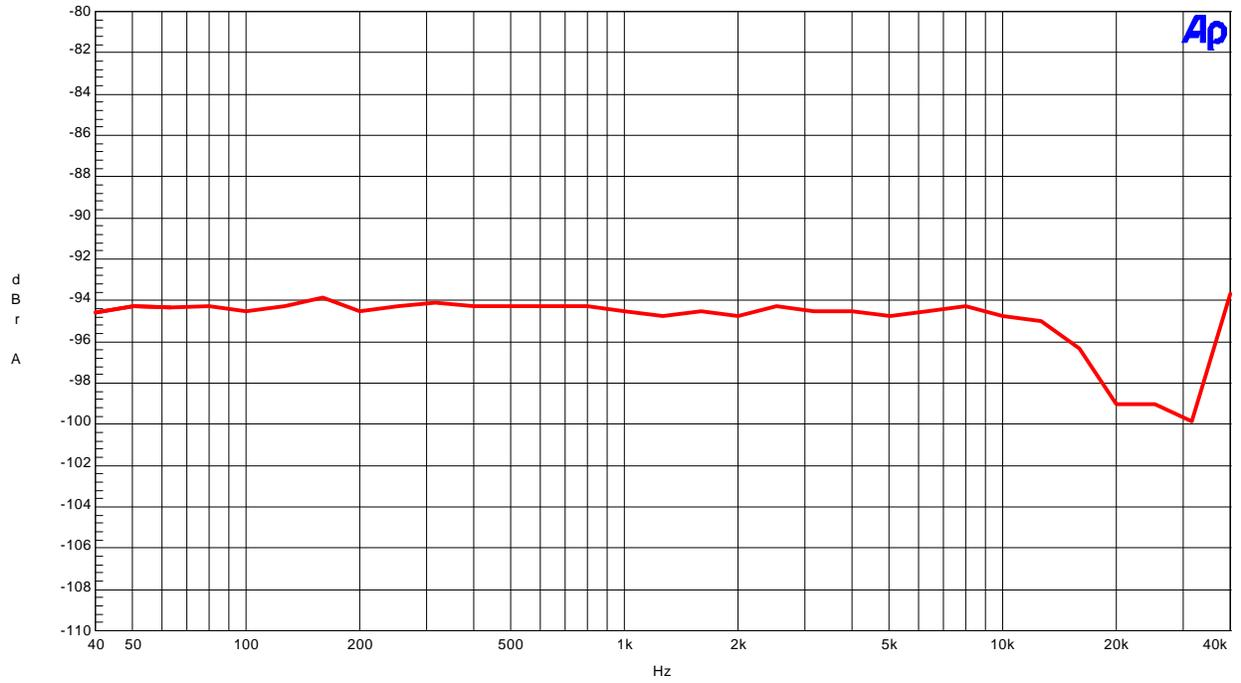

Figure21. THD+N vs fin (Input level=0dBFS)
- Figure21. THD+N vs fin (Input level=0dBFS)